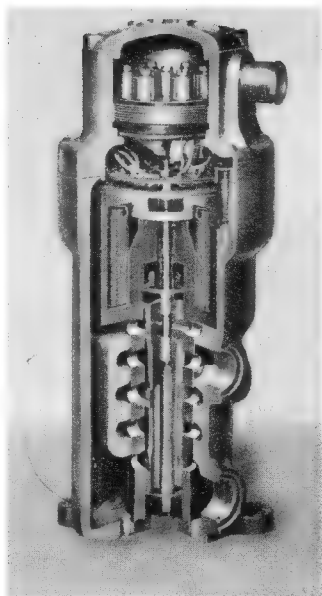
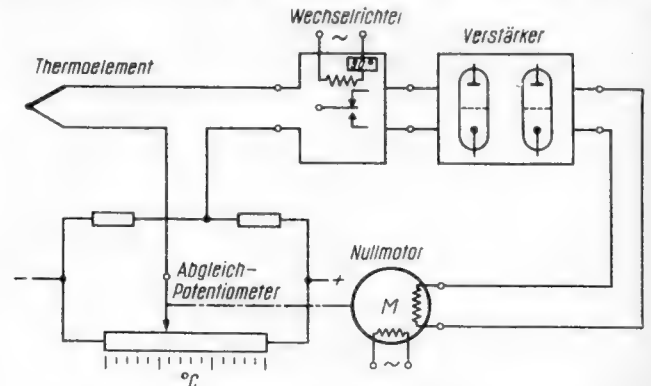

Bild 3. Tauchspulenregler der AEG (Bauart EMG), Typ TR 1
Bild 7. Schaltbild des elektronischen Kompensographen der Siemens & Halske AG
Die Verminderung des Stromes entsprechend der Ersatzschaltung Bild 5 beträgt nur $0,45 \text{ mA}$ gegenüber dem Anodenruhestrom von $9,7 \text{ mA}$. Es sei besonders betont, daß diese Größe des Stromes nicht im Kennliniendiagramm von Bild 7 erscheint, denn die Röhre V 1 ist zur Zeit t_1 gesperrt.
Dieses Potential finden wir in Bild 7 eingetragen.
Im Zeitwert t_2 steigt die Gitterspannung der Röhre V 1 — die Rechtecksteuerspannung — von negativen Werten aus an und überschreitet die Verschiebespannung — U_v oder — U_{g1} . In diesem Zeitpunkt wird die Röhre V 1 leitend. Die Anodenspannung der Röhre V 1 nimmt mit zunehmendem Anodenstrom ab und erreicht die Anodenruhespannung U_{a1} entsprechend Bild 7. Das zugehörige Ersatzschaltbild ersieht man aus Bild 5 B.
Der Wert der negativen Spannung über den Gitterableitwiderstand R_g ist in Bild 3 D eingetragen.
Der Aussteuervorgang der gesamten Schaltung ist in dem Anodenstrom-Anodenspannungskennlinienfeld Bild 7 nochmals übersichtlich zusammengestellt. Mit den Bezeichnungen aus Gleichung (8) und Gleichung (16), d. h. mit dem gegebenen Widerstandswert für die Kondensatorentladung von 300 V bis zur Anodenruhespannung von 106 V erhält die Entladezeitkonstante den folgenden Wert:
Bild 7. Das vollständige U_a - I_a -Kennlinienfeld der Röhre ECC 40 mit eingezeichneten Gitterspannungen, Anodenspannungen und Anodenströmen für einen Anodenbetriebswiderstand von $20 \text{ k}\Omega$
Die Schwingungskurven nach Bild 3 sind Bild 7 entnommen. Die Schwingungen A, B und C stellen die Steuerspannung, die Anodenspannung und den Anodenstrom dar. Die untere Schwingungsform (Bild 3 D) ist jedoch die Gittervorspannung der Röhrenstufe V 2. Der positive Differenzierimpuls ist wesentlich kleiner als der negative Impuls. Im positiven Aussteuerbereich der Röhre V 2 wird der Gitterkreis
Der neue AEG-Tauchspulenregler (Bauart EMG; Bild 3) dient zur Betätigung hydraulischer Verstellgeräte hoher Leistung mit geringem elektrischem Leistungsaufwand. Die elektrischen Steuerwicklungen beeinflussen ein Steuerkölbchen, das praktisch verzögerungsfrei den Ölstrom für einen Folgekolben freigibt, der seinerseits den Ölfluß für den angeschlossenen Hydraulikmotor oder ein mechanisches Verstellglied steuert. Die Art der Konstruktion gewährleistet sehr kleine Verstellzeiten und hohe Genauigkeit. Bei einem mit diesem Tauchspulenregler ausgerüsteten Kopierregelkreis einer Werkzeugmaschine werden
Der elektronische Kompensograph von SIEMENS & HALSKE ist dagegen ein Sechsfarbensreiber, an den bis zu zwölf Meßstellen angeschlossen werden können und dessen Wirkungsweise (Bild 7) etwa folgende ist: Entspricht die vom selbsttätigen Meßstellenumschalter angelegte Meßspannung nicht der augenblicklichen Abgleichstellung der Brückenschaltung, die von einer Konstantspannungsquelle mit Gleichstrom versorgt wird, so tritt in der Brückendiagonale eine Differenzgleichspannung auf. Diese wird durch einen Wechselrichter in eine rechteckförmige Wechselfspannung mit der Grundschwingung 50 Hz umgeformt. Die Wechselfspannung wird hoch verstärkt und wirkt dann auf die Steuerwicklung eines Nullmotors ein, dessen Netzwicklung an eine Hilfsspannung angeschlossen ist. Der Motor bewegt je nach der Polarität der Differenzgleichspannung den Potentiometerabgriff nach links oder rechts, bis keine Differenzgleichspannung mehr entsteht.